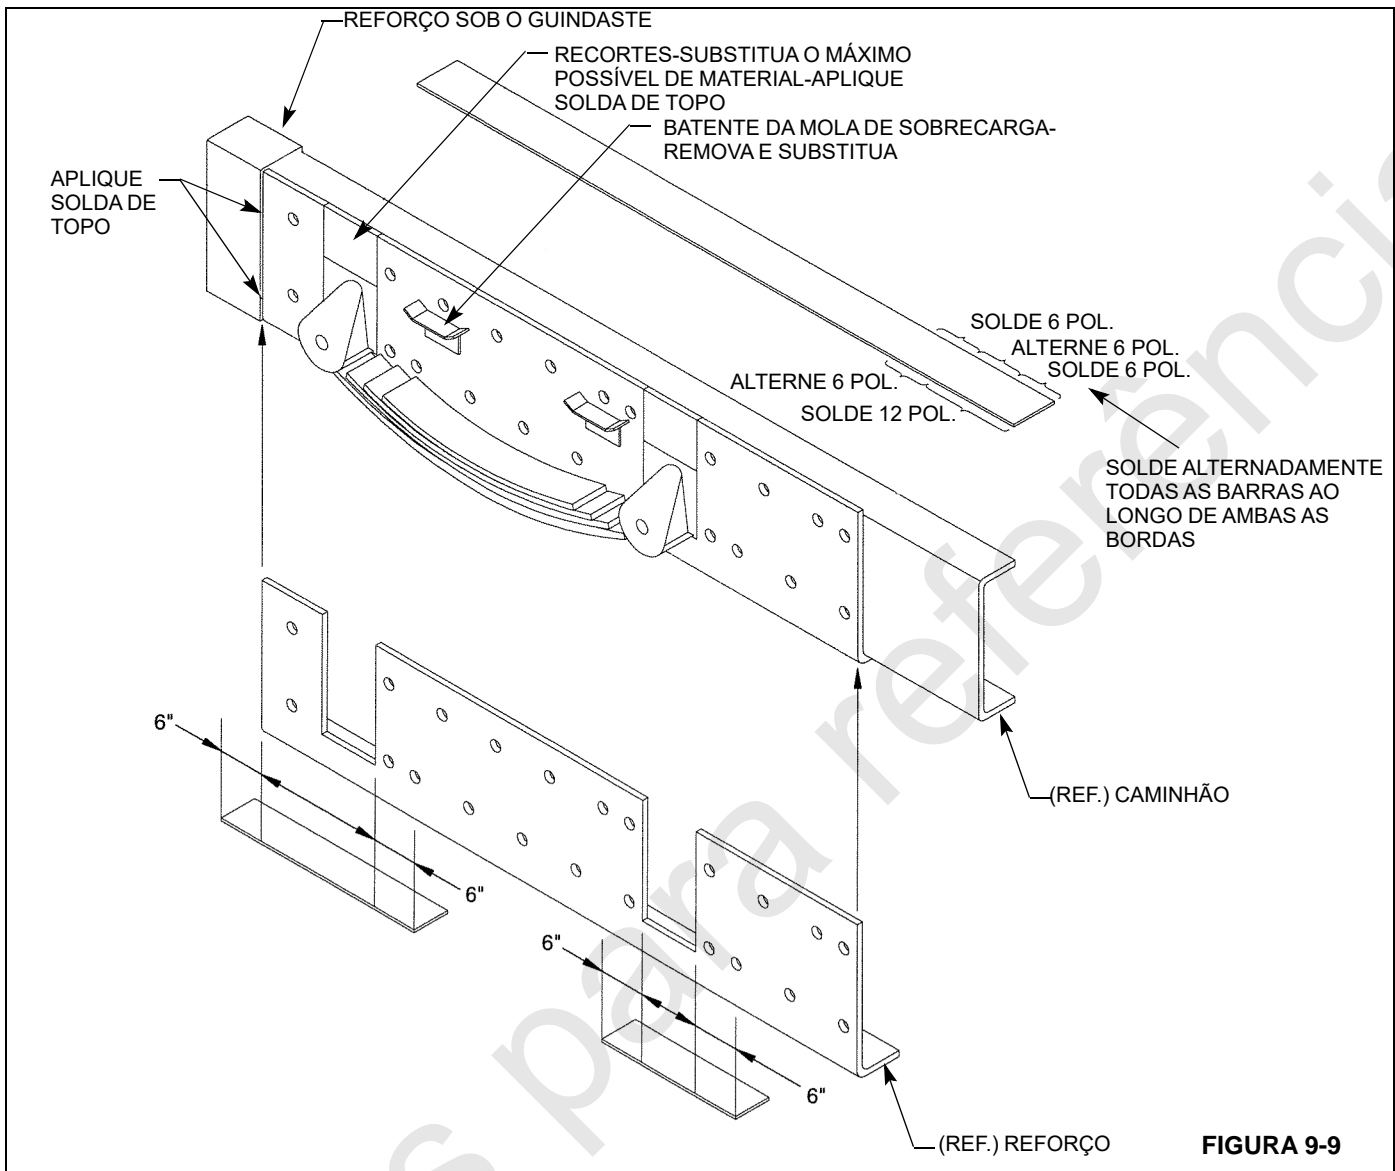

FIGURA 9-9
6. Se a estrutura até a suspensão traseira não atender às especificações mínimas do RBM e do módulo da seção conforme mostrado na tabela *Resistência da estrutura do caminhão*, página 9-9, ela pode ser reforçada adicionando uma cantoneira de reforço, conforme a Figura 9-9.